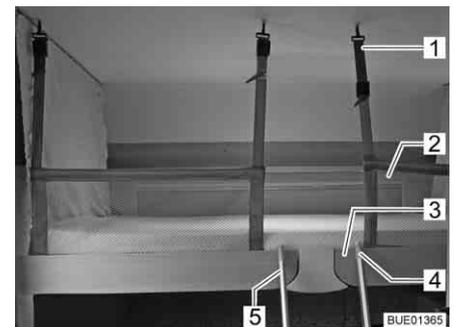

Bild 113 Hubbett mit aufgespanntem Sicherungsnetz
Sicherungsnetz Das Sicherungsnetz (Bild 113,2) mit den Sicherungsgurten liegt im Hubbett unter der Matratze. Das Sicherungsnetz erst aufspannen, wenn sich die Personen bereits im Hubbett befinden.
- Die Sicherungsgurte (Bild 113,1) in die Haken an der Decke einhängen.
Aufstiegsleiter Das Hubbett nur über die beigelegte Aufstiegsleiter (Bild 113,5) besteigen.
- Aufstiegsleiter (Bild 113,5) mit den beiden Bügeln (Bild 113,4) in die Griffleiste (Bild 113,3) am Hubbett einhängen.
- Aufstiegsleiter (Bild 113,5) aus der Griffleiste (Bild 113,3) am Hubbett aushängen.